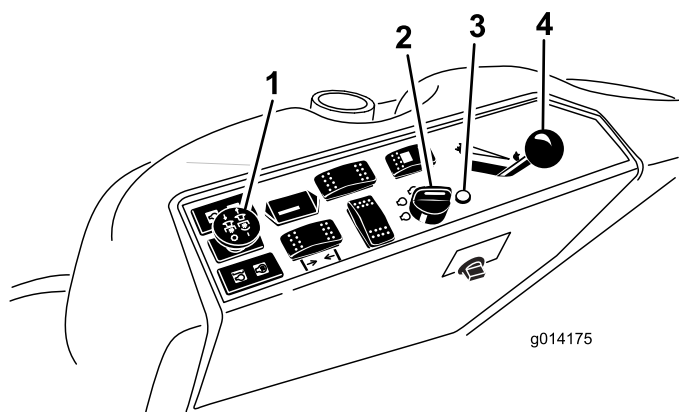

図 9
4. PTO スイッチをOFF 位置とする (図 9)。
5. スロットルレバーを Fast と Slow の中間にセットする図 9。